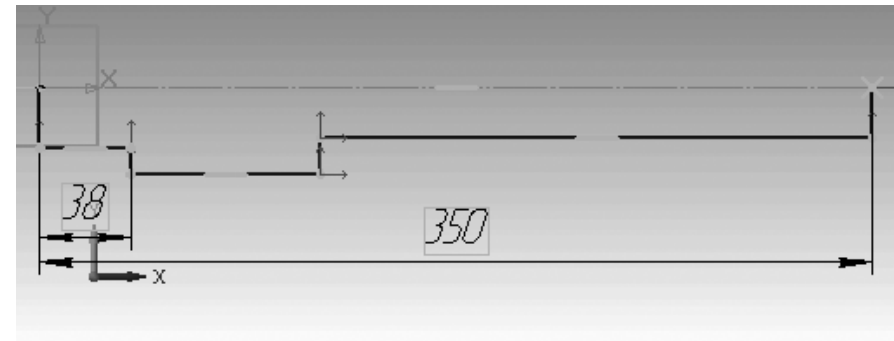

Рис. 2.49. Эскиз половины контура вала – эскиза вращения после установки общей длины вала длины первой ступени вала
- щелкните в диалоговом окне по кнопке **ОК** или нажмите клавишу **Enter**. Тут же изменится длина первой ступени вала. Она станет длиной 38 мм. Это состояние системы показано на рис. 2.49;